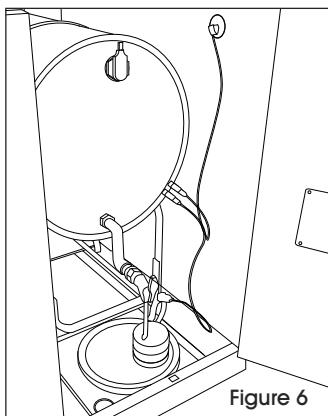

Figure 6
4. Pour la mise à la terre intérieure de l'armoire, il est important d'assurer une bonne continuité électrique par l'intermédiaire d'un contact métal sur métal des câbles de mise à la terre lors de la distribution de liquides. (Voir Figure 6)